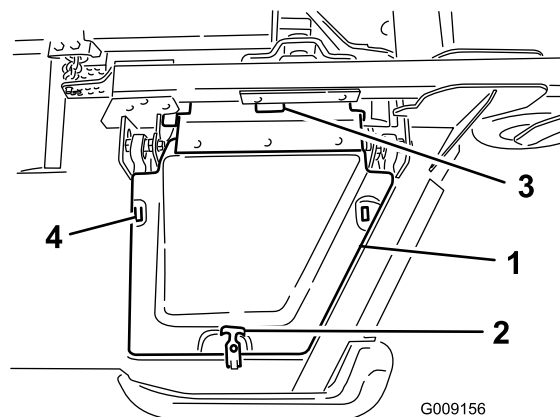

Figura 6
8. Montate il coperchio del piatto dell'aletta e fissatelo con un fermo in gomma (**Figura 6**).